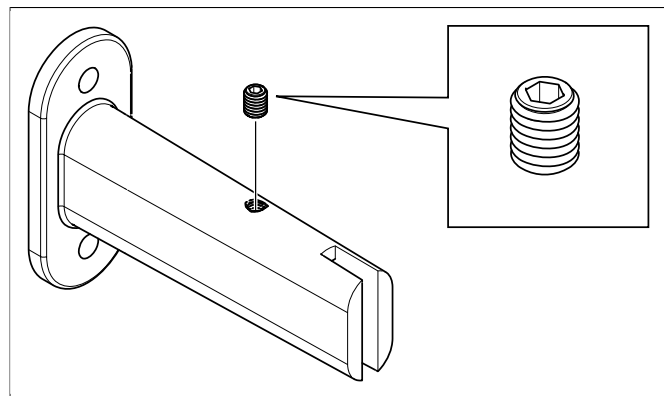

Fig 14: Placera låsskruven i skruvhålet
12. Placera låsskruvarna (M5x6 mm) i skruvhålen på konsolerna (se **Fig 14**, sidan 6).